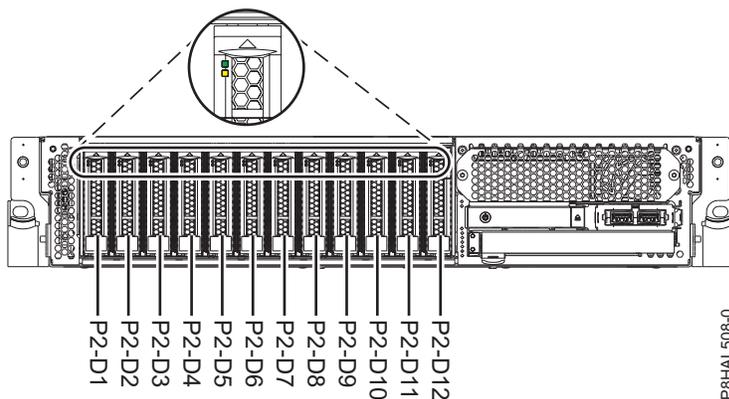
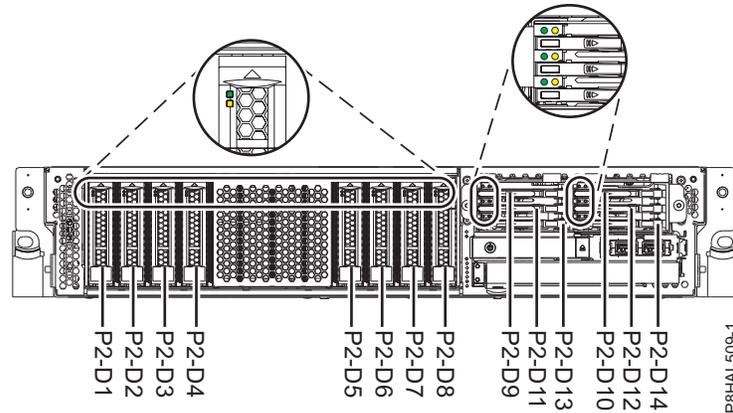

Figure 1. Emplacements des unités de disque et des voyants d'activité d'un système à fonction de base
Figure 2. Emplacements des unités de disque, des unités SSD et des voyants d'activité d'un système à fonction étendue
2. Déterminez l'emplacement dans lequel vous souhaitez installer une unité de disque ou une unité SSD. Les emplacements de l'unité de disque et de l'unité SSD sont situés à l'avant d'un système. Des emplacements SSD supplémentaires sont également disponibles dans un système à fonction étendue. La figure 1 et la figure 2, à la page 3 illustrent les emplacements des unités de disque, des unités SSD et des voyants d'activité. Les voyants d'activité sont situés au-dessus de la poignée de verrouillage des unités de disque.